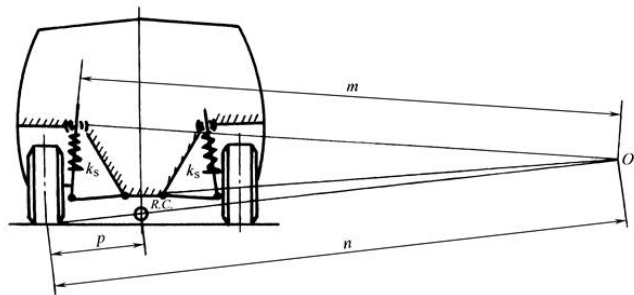

图5-1 滑柱连杆式独立悬架示意图
**5.28** 图 5-1 是滑柱连杆式独立悬架 (常称为 Mc Pherson suspension) 的示意图。试证: